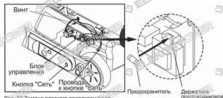

Рис. 22 Замена главного предохранителя
2. Плавкий предохранитель находится в блоке управления, как показано на рис. 22.